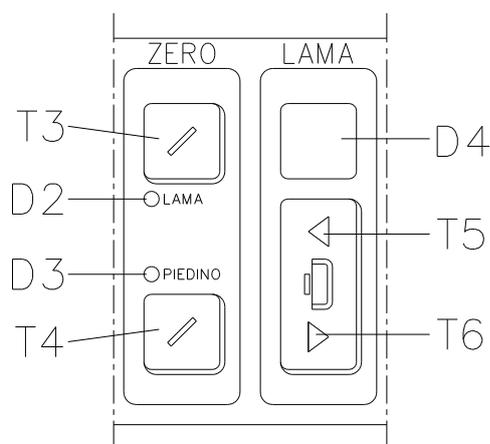

fig. 13
8.9 TASTIERA - AZZERAMENTO POSIZIONE LAMA E PIEDINO fig. 13